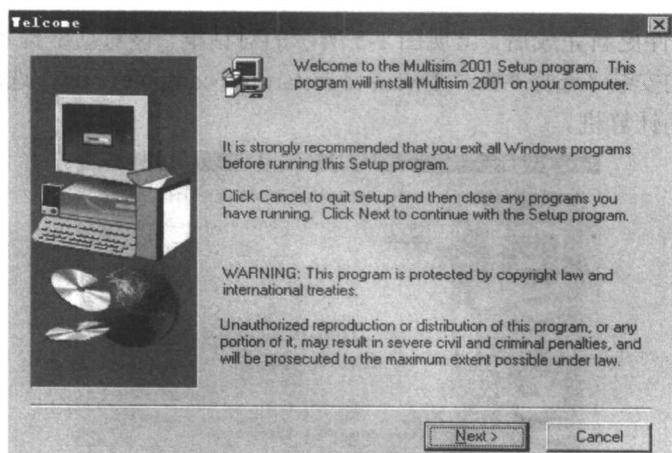

图 1-2 Multisim 2001 安装程序操作说明
(2) 检查完成后，屏幕出现简单的安装程序操作说明，如图 1-2 所示。阅读完后请点击 Next 按钮以继续安装过程。